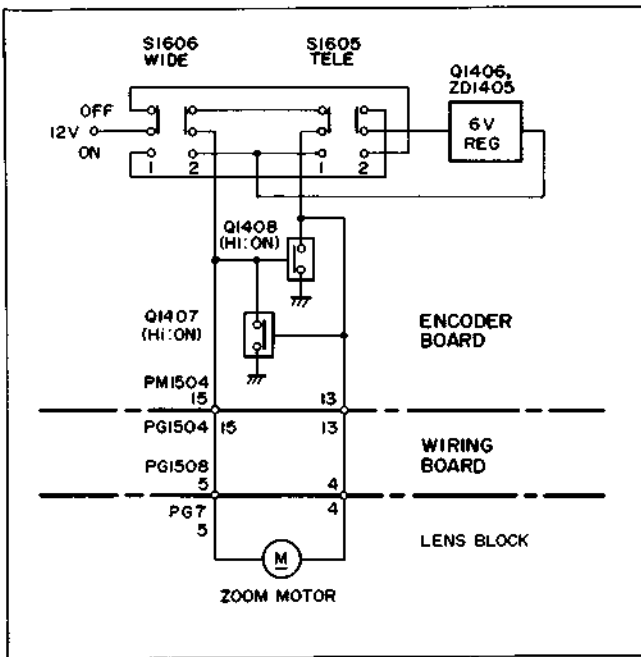

Abb. 2-9 Zoom-Motor-Treiberkreis
1.5 Zoom-Motor-Treiberkreis (Abb. 2-9)